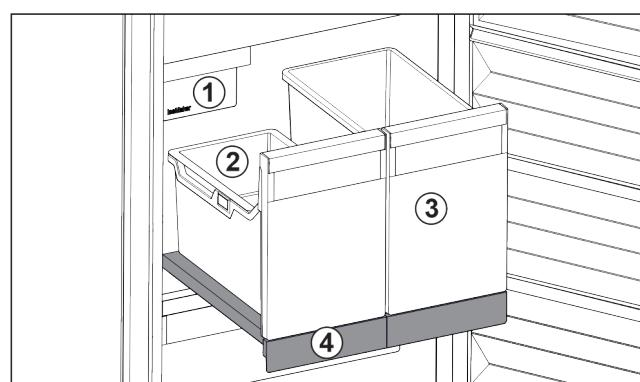

Fig. 88 带 IceTower 的拉出式搁板
- (1) IceMaker
- (2) 冰块挂盘
- (3) 比萨、酒精饮料等的容器
- (4) 拉出式搁板
拉出式搁板上有两个高容器 (IceTower)。来自 IceMaker 的冰块被收集并储存在容器 Fig. 88 (2) 中。容器 Fig. 88 (3) 适合存放较高的食物，例如比萨或酒精饮料。